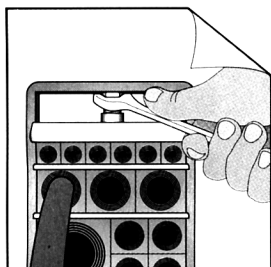

Рис.4
11. Вращая винт прижима против часовой стрелки, произвести сжатие уплотнений. Сжатие производить до получения размера окна, в которое могут пройти резиновые вкладыши прижима, (Рис.4)